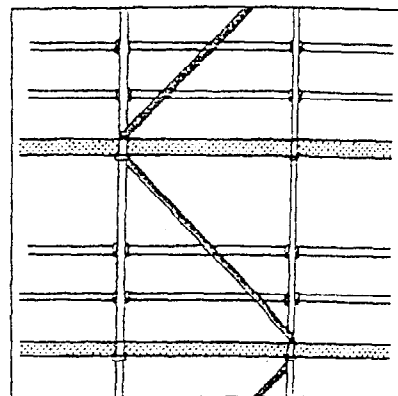

Fig. 2. - Contreventement par diagonales.
- Être entretoisés et contreventés (fig. 2 et 3).